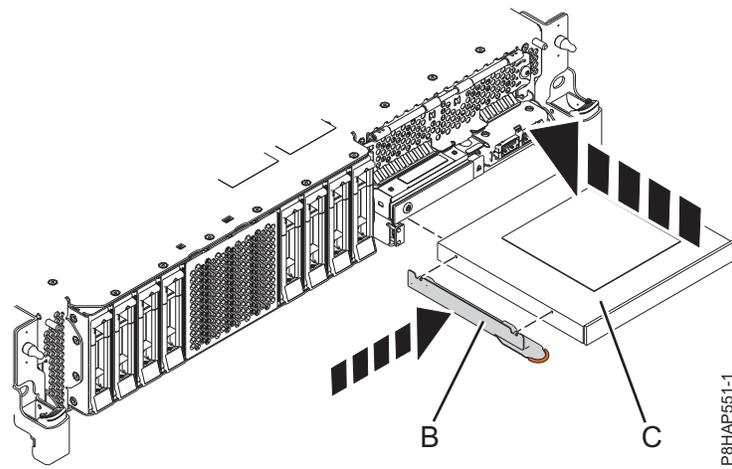
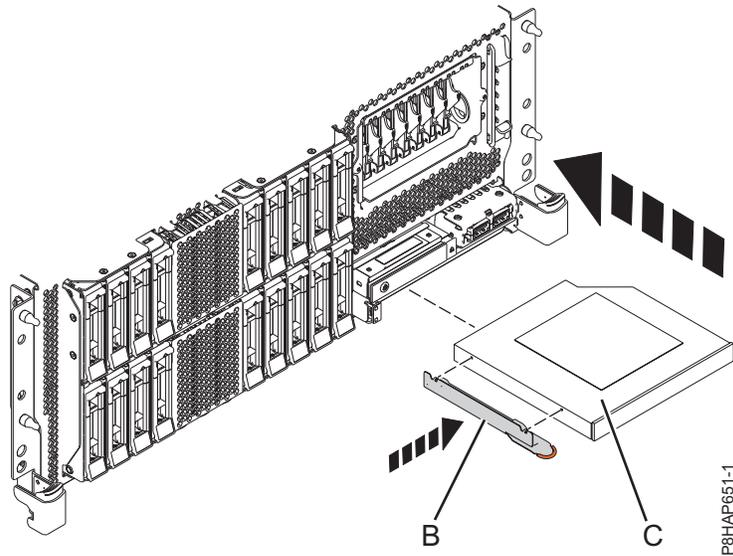
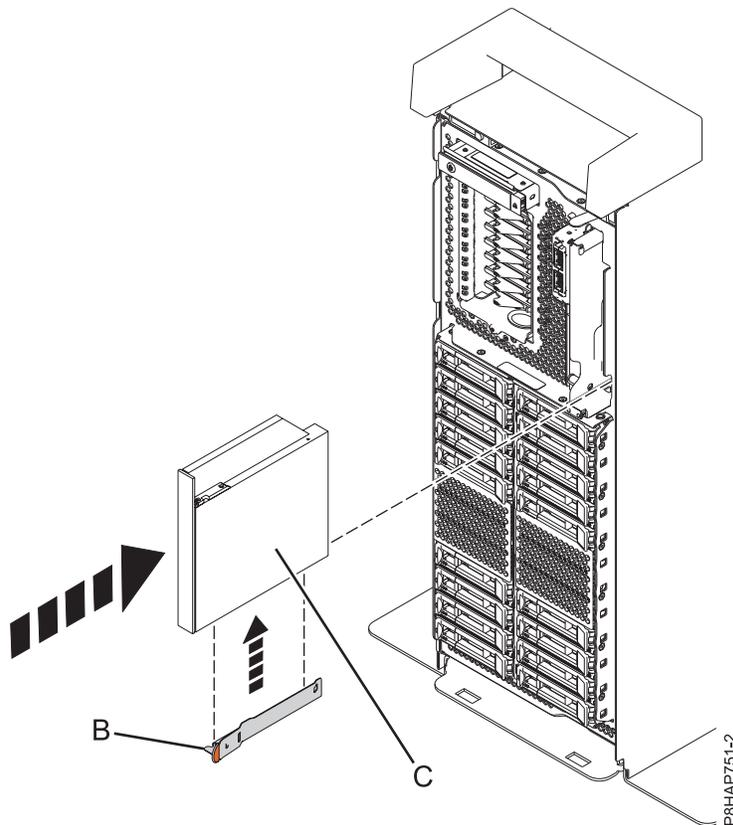

Abbildung 57. Flache Einheit für austauschbare Datenträger austauschen - System 5148-21L, 5148-22L, 8247-21L, 8247-22L, 8284-21A oder 8284-22A
Abbildung 58. Flache Einheit für austauschbare Datenträger austauschen - Einschubsystem 8247-42L, 8286-41A oder 8286-42A
Abbildung 59. Flache Einheit für austauschbare Datenträger austauschen - eigenständiges System
5. Nehmen Sie die Halterung (B) zur Hand, die Sie aus der fehlerhaften flachen Einheit für austauschbare Datenträger ausgebaut haben.
6. Befestigen Sie die Halterung (B) an der neuen flachen Einheit für austauschbare Datenträger; siehe Darstellung in Abb. 57 auf Seite 71 bei einem System vom Typ 5148-21L, 5148-22L, 8247-21L, 8247-22L,
8284-21A oder 8284-22A, Abb. 58 auf Seite 72 bei einem Einschubsystem vom Typ 8247-42L, 8286-41A oder 8286-42A oder Abb. 59 auf Seite 72 bei einem eigenständigen System vom Typ 8286-41A.
Für ein System vom Typ 5148-21L, 5148-22L, 8247-21L, 8247-22L, 8284-21A oder 8284-22A gilt Abb. 57, für ein Einschubsystem vom Typ 8247-42L, 8286-41A oder 8286-42A gilt Abb. 58 auf Seite 72 und für ein eigenständiges System vom Typ 8286-41A gilt Abb. 59 auf Seite 72.